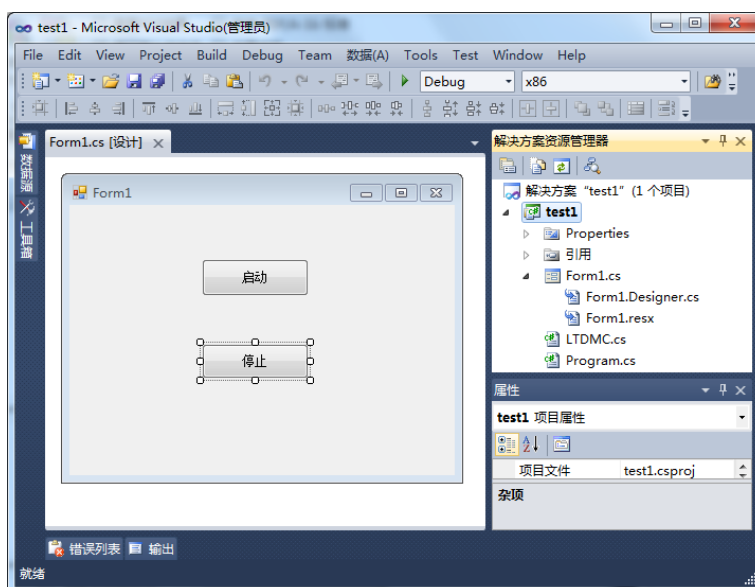

图 6.14 添加头文件
5) 菜单中选择“项目”->“添加现有项”，找到 test1 目录下的 LTDMC.cs 文件，添加到应用程序中，如图 6.14 所示。